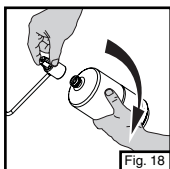

Fig. 18
- Détachez la bouteille de propane du détendeur puis rebouchez la bouteille de propane. (Fig. 18)